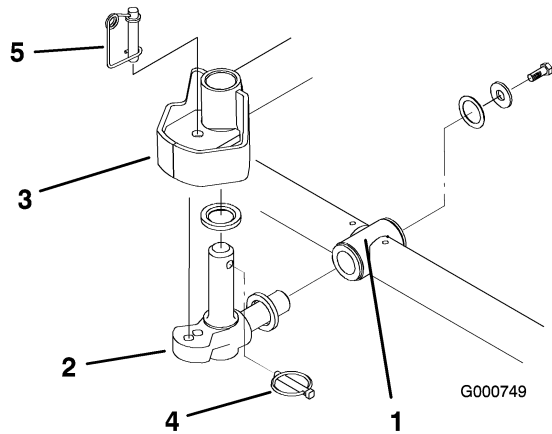

図 5
6. スラスト・ワッシャを、ピボット・ナックルの水平シャフトに差し込む図5。
7. ピボット・ナックルの水平シャフトをキャリア・フレームの取り付け穴に差し込む(図 5)。
8. スラスト・ワッシャ、平ワッシャ、フランジヘッドネジを使って、ピボット・ナックルをキャリア・フレームに固定する(図 5)。
9. ピボット・ナックルの垂直シャフトにスラスト・ワッシャを差し込む(図 5)。
10. ピボット・ナックルの垂直シャフトを外している場合には、ここで昇降アームのピボット・ハブに差し込む(図 5)。昇降アームのステアリング・プレートの下にある 2 枚のゴム製センターリングバンパーの間に、ピボット・ナックルを挟む。
11. ピボット・ナックルのシャフトに付いている穴にリンチ・ピンを差し込む(図 5)。
注 カッティングユニットを固定モードで使用する場合には、ステアリング・ロック・ピンをピボット・ナックルの取り付け穴に差し込んでください。(図 5)。
14. ステアリング・ロック・ピンの下にスプリングを掛ける(図 5)。